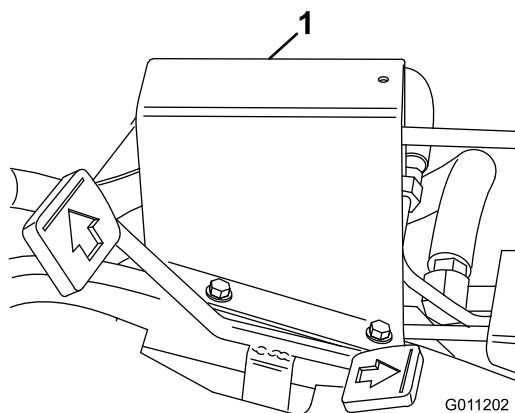

Figura 41
1. Coloque los actuadores 1, 2 y 3 en punto muerto (centro del recorrido) y retire el protector de la varilla de transmisión del panel de pie (Figura 41).